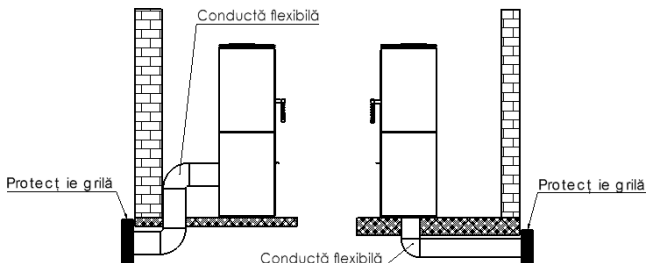

Fig. 2. Schema racordului de alimentare cu aer
- soba trebuie să fie așezată pe suprafața neinflamabilă care să se fiela distanța de min. 0,4 m de la soba și de minimum 0,2 m măsurând din părțile laterale și din spatele sobei (a se vedea fig. 2)